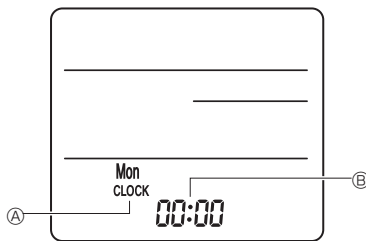

Fig. 6-8
3) Einstellung (Uhreinstellung) (Fig. 6-8)